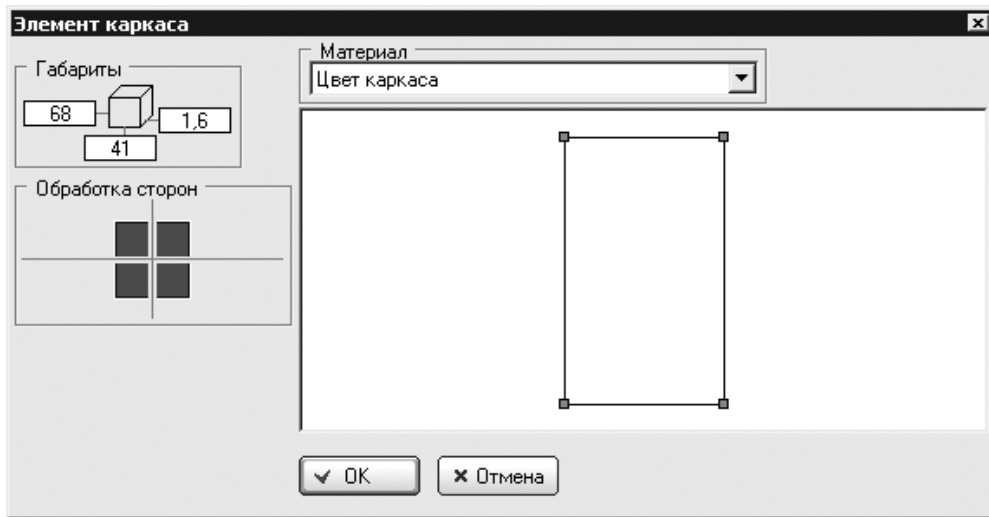

Рис. 8.21
6. Нажать кнопку Создание элементов корпуса на панели инструментов и на активной проекции создать прямоугольник, которым будет определяться размер и положение нового элемента, — откроется окно Элемент каркаса (рис. 8.21).